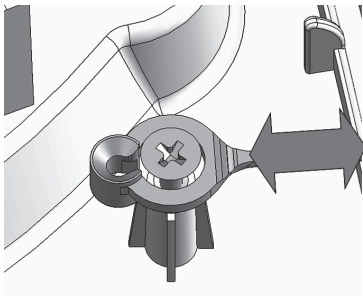

Figure 21 - Lien couvercle
- > Pour décrocher le lien du couvercle, procédez selon schéma ci-dessous (Figure 21). Procédez à l'opération inverse pour le replacer.